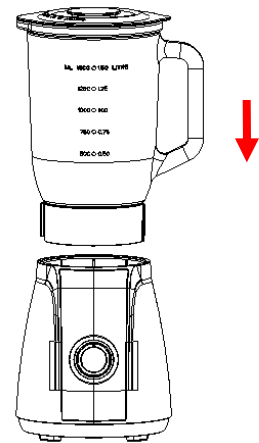

Fig.5
- 3.3 Por último coloque la jarra en el cuerpo de la batidora alineando las marcas a tal efecto con la base del vaso (Fig 5)